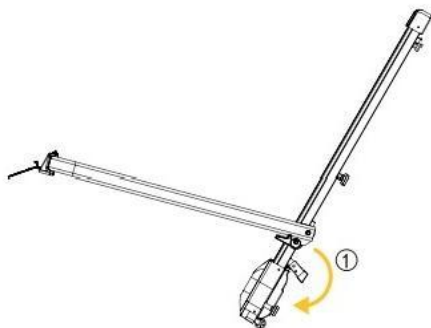

Abbildung 1
- a. Heben Sie die hintere Heckabdeckung des Laufbands an, wie in Abbildung 1 gezeigt, und treten Sie den Neigungsversteller ① vorsichtig mit Ihren Füßen auf